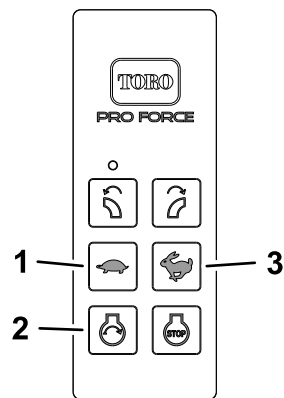

図 19
1. ハンドヘルドリモートのエンジン始動ボタン **図 19** を長押しエンジンが始動するまで。
3. ハンドヘルドリモートのエンジン速度上昇ボタンやエンジン速度降下 ボタンを使ってエンジンの回転速度を調整する **図 19**。